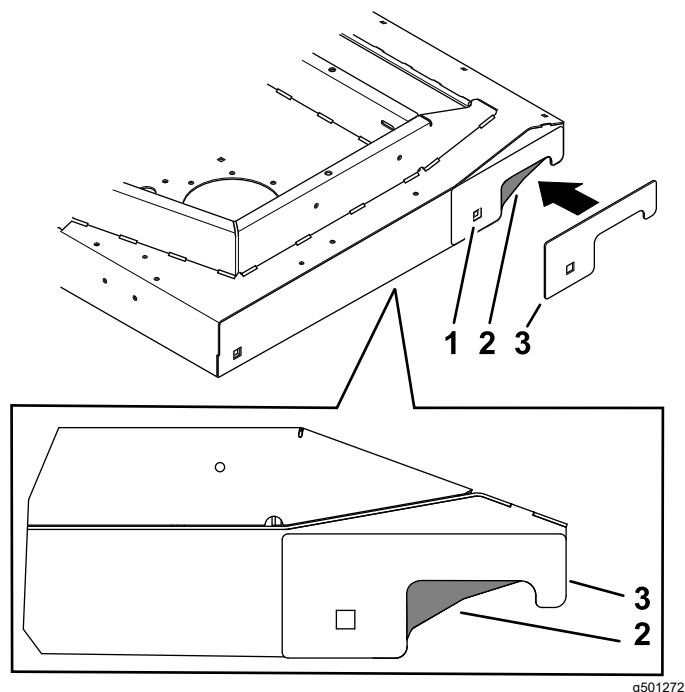

Figure 1
3. Alignez le gabarit et installez un boulon de carrosserie (Figure 1).
4. Marquez la zone à découper, retirez le gabarit et découpez cette partie de l'unité de coupe (Figure 1).